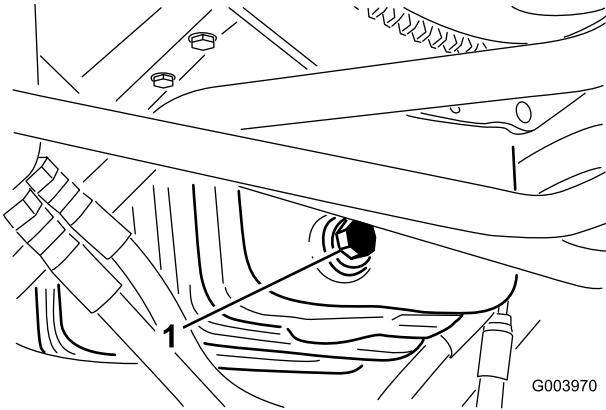

Рисунок 57
- Снимите сливную пробку (Рисунок 57) и дайте маслу стечь в сливной поддон.